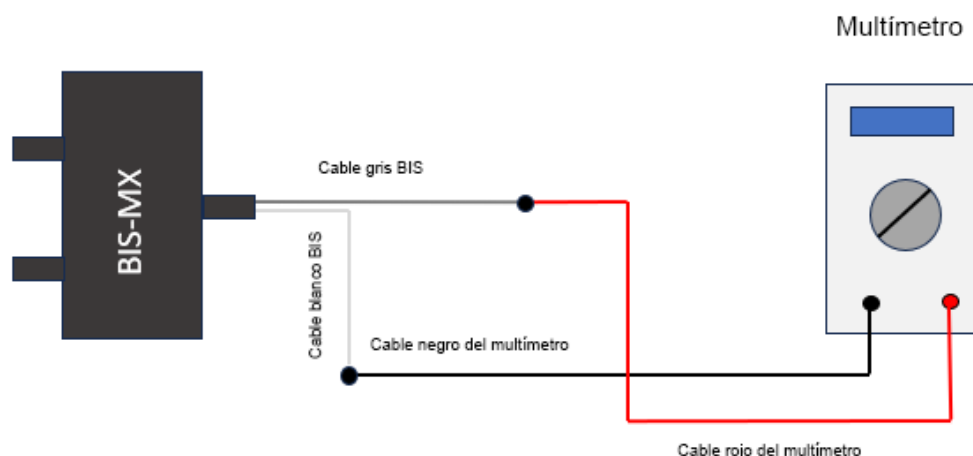

Fig. 7 Diagrama de conexión
2. Monte el circuito de conexión de acuerdo con la «Fig.7 Diagrama de conexión».